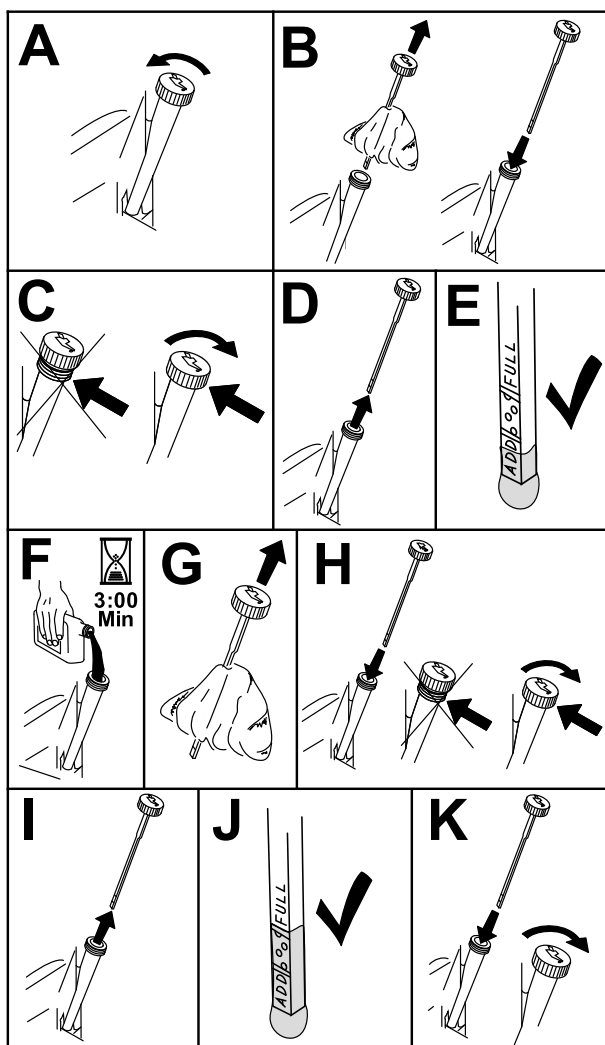

Рисунок 46
3. Чтобы не допустить попадание грязи, скошенной травы и т.п. в двигатель, очистите поверхность вокруг крышки маслозаливной горловины и масломерного щупа, прежде чем снимать их (**Рисунок 46**).